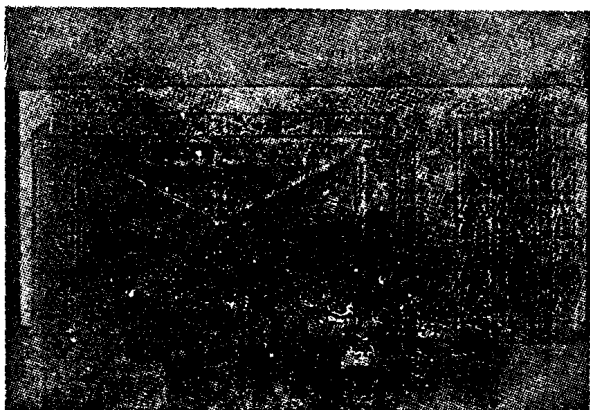

图 1-12 重型桁架模板支撑
(7) 重型桁架梁式模板支撑 它是大跨度大荷载用的临时设施梁架，跨度可以调节（图1-12）。